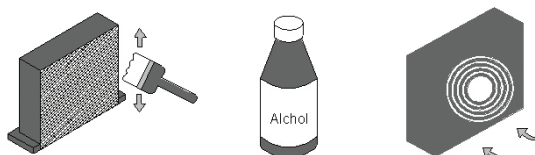

Figure 6 Nettoyage du condenseur
- Avec l'utilisation d'un jet d'air ou d'un pinceau sec avec soies rigides, d'éliminer, avec un mouvement vertical (comme indiqué dans la Fig. 6), la poussière et le bas des ailes.